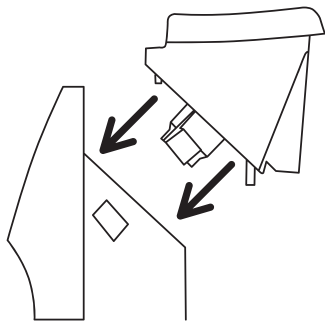

Рис. 4
2. Вставьте разъем электроподключения («папа») на блоке управления в соответствующий разъем («мама») на конвекторе. Обратите внимание, что он может быть вставлен только в одном положении, когда специальная защелка находится справа. Убедитесь, что соединение надежно и разъем блока управления полностью закреплен в конвекторе. Если разъем вставлен до конца, то должен раздаваться щелчок (рис. 4).